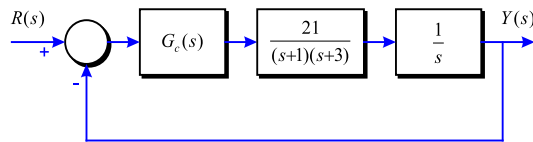

Figura 5-22
**Problema 162** Donat el sistema de la Figura 5-22: